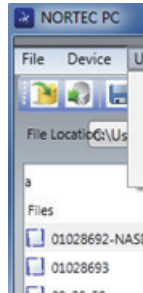
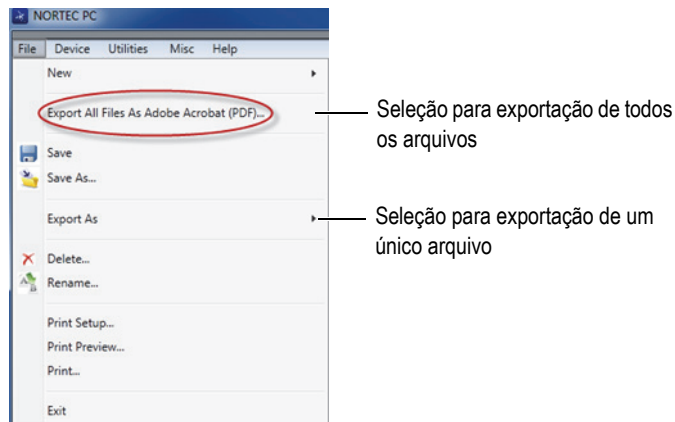

Figura 6-14 Arquivos no painel esquerdo da janela do NORTEC PC
Figura 6-15 Menu File
- ◆ Selecione o arquivo no painel esquerdo da janela NORTEC PC (veja Figura 6-14 na página 318) e, em seguida, selecione **Export As > PDF** (veja Figura 6-15 na página 318)
- ◆ No menu **File** do NORTEC PC, selecione **Export All Files As Adobe Acrobat (PDF)** [veja Figura 6-15 na página 318].